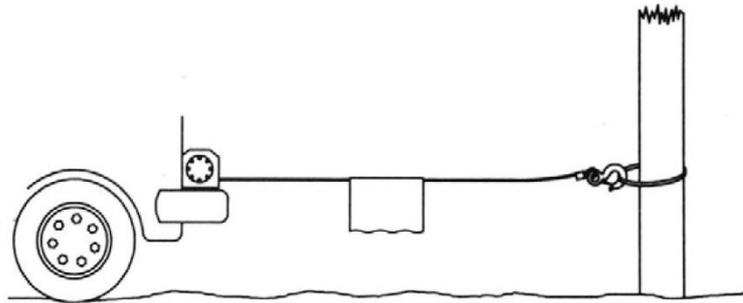

Рис. 10
- При перемещении груза оберните трос одеялом или брезентом («гаситель») в месте около зацепа крюка (рисунок 10). Это замедлит резкое раскручивание сломанного троса и поможет предотвратить серьезные травмы. Для защиты лобового стекла поднимите капот.